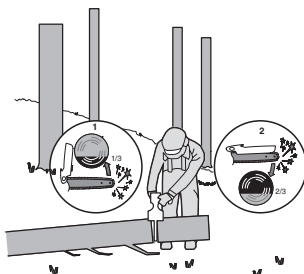

Bild 3
När stocken stötts i ena änden, så som visas på bild 3, såga in 1/3 diameter från undersidan (kapning från undersidan) (1). Avsluta med att kapa från ovsidan för